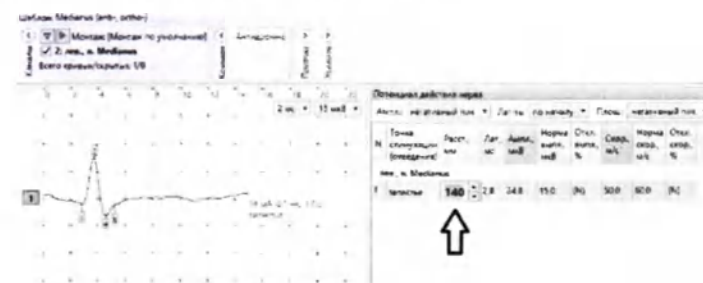

Рис. 27. Коррекция расстояния
11. Проведите коррекцию расстояния (рис. 27).